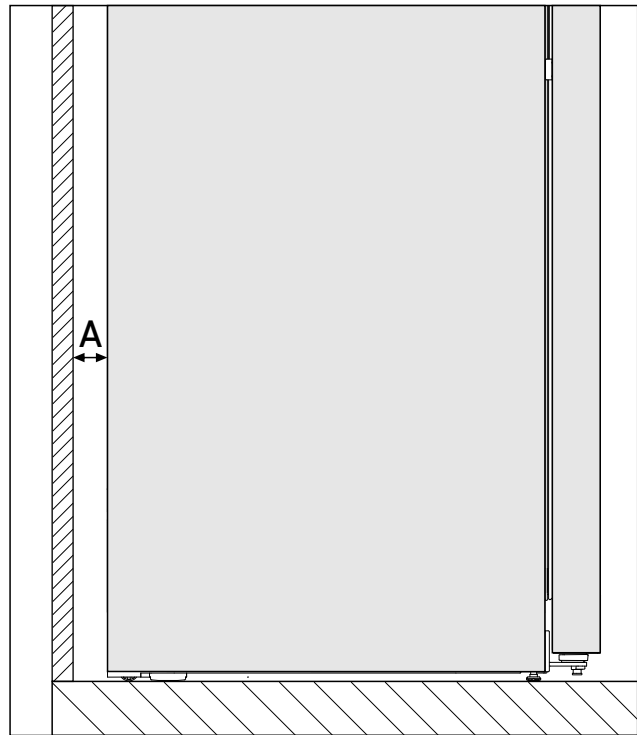

Fig. 3 *
Der Energieverbrauch wurde mit einem Wandabstand Fig. 3 (A) zwischen Geräterückseite und Wand ermittelt. Wenn der Wandabstand weniger als Fig. 3 (A) beträgt, hat dies keinen Einfluss auf die Funktionsfähigkeit des Geräts, allerdings erhöht sich bei geringerem Wandabstand der Energieverbrauch geringfügig.